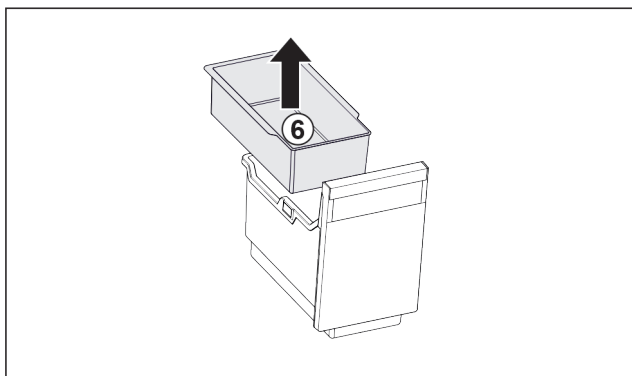

Fig. 24
- ▶ Odoberte závesnú misku Fig. 24 (6).